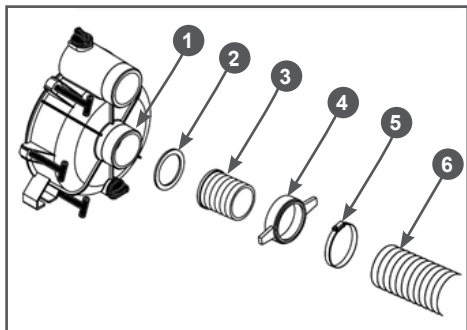

Рис. 8 Установка всасывающего рукава
- Установите патрубок 3 через уплотнительное кольцо 2 к всасывающему фланцу 1 насоса и плотно затяните гайку 4 патрубка (Рис. 8).
- Наденьте до упора всасывающий рукав 6 на патрубок 3 и затяните его хомутом 5 (Рис. 8).